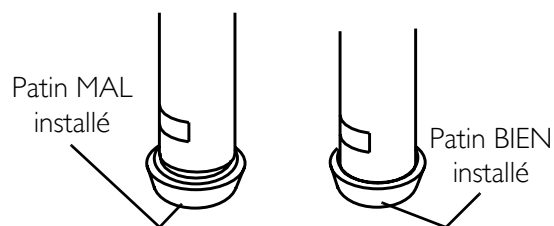

FIGURE 3 Installer le Patin
NOTE: Pour cette procédure, se référer à la FIGURE 3.
4. S'assurer que le NOUVEAU patin est bien installé tel qu'illustré au SCHÉMA "A" de la FIGURE 3. Si nécessaire, taper légèrement sur le nouveau patin.